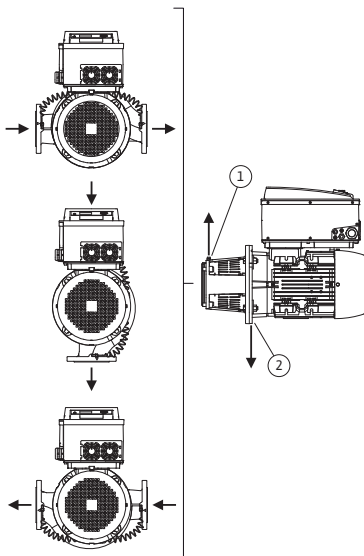
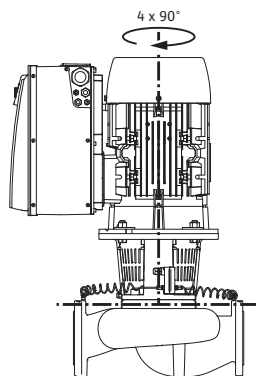

Fig. 18: Допустимые монтажные положения с горизонтальным валом электродвигателя
Fig. 19: Допустимые монтажные положения с вертикальным валом электродвигателя
Допустимые монтажные положения с горизонтальным валом электродвигателя и электронным модулем вверх (0°) показаны на Fig. 18. Не показаны допустимые монтажные положения с монтированным сбоку электронным модулем (+/- 90°). Допускается любое монтажное положение, кроме «электронным модулем вниз» (-180°). Вентиляция насоса обеспечивается только при условии, что вентиляционный клапан обращен вверх (Fig. 18, поз. 1).
Только в этом положении (0°) может осуществляться направленное отведение накапливающегося конденсата через имеющееся отверстие, фонарь насоса и электродвигатель (Fig. 18, поз. 2).
- Вентиляционный клапан на промежуточном корпусе (Fig. 6, поз. 1.31) при горизонтальном расположении вала электродвигателя должен быть обращен вверх (Fig. 6a и Fig. 6b). При вертикальном расположении вала электродвигателя допускается любое положение клапана. См. также Fig. 18: «Допустимые монтажные положения с горизонтальным валом электродвигателя» на стр. 212 или Fig. 19: «Допустимые монтажные положения с вертикальным валом электродвигателя» на стр. 213.
- При горизонтальном положении вала электродвигателя отверстие для отвода конденсата должно быть направлено вниз (Fig. 18, поз. 2). При необходимости следует соответствующим образом повернуть электродвигатель.